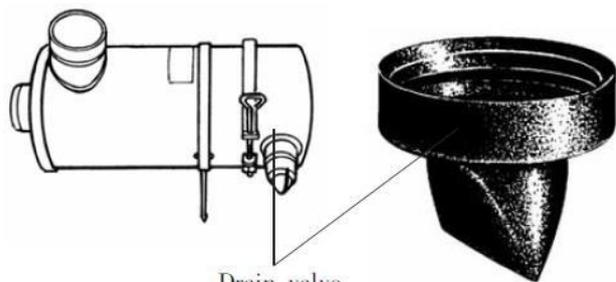

Fig3-15 Drain Valve
4.5.2.3 Після установки фільтруючого елемента перевірте зливний клапан. Якщо сталася будь-яка поломка, негайно замініть (див. Рис. 3-15 Зливний клапан)